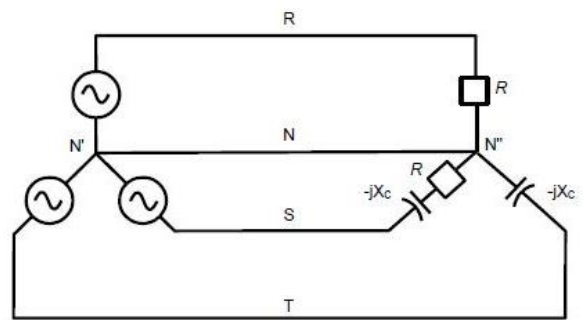

Figura 3.
2.3. Para el circuito de la figura 3 y asumiendo que no se tiene conexión entre neutros (*no existe la línea N*), realice lo siguiente: